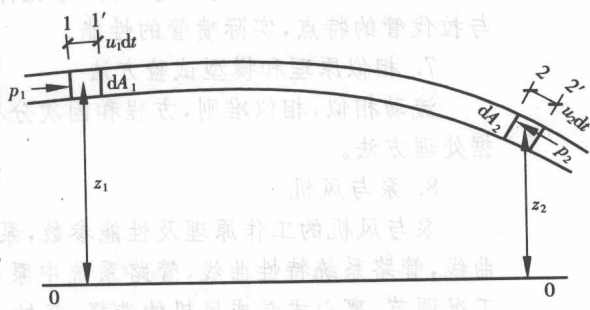

图 10-2 元流能量方程
(1) 理想流体恒定元流的伯努利方程 在流场中选取元流,如图 10-2 所示。在元流上沿流向取 1-1、2-2 两断面,两断面的高程和面积分别为  $z_1$ 、 $z_2$  和  $dA_1$ 、 $dA_2$ ,两断面的流速和压强分别为  $u_1$ 、 $u_2$  和  $p_1$ 、 $p_2$ ,有